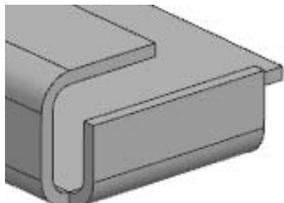

图 5.26 折弯/面链
-  选项: 用于裁剪相邻折弯及相切的所有面的材料, 如图 5.26 所示。